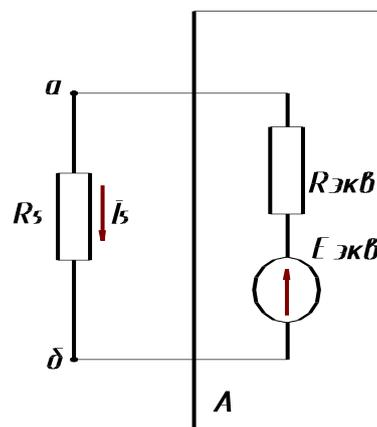

Рис. 1.5. Схема эквивалентного генератора
4. Определяем силу тока в резисторе R_5 методом эквивалентного генератора (рис. 1.5)